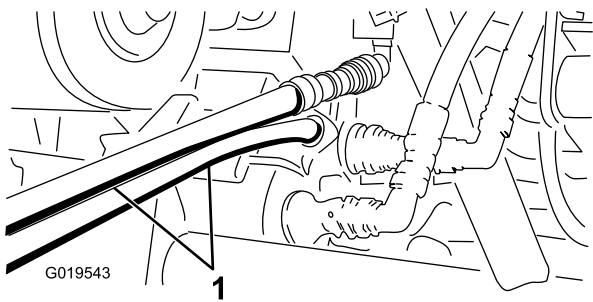

Bild 77
4. Schließen Sie am anderen Fahrzeug die beiden Schläuche an der Kupplung an, die sich noch in der Kupplungshalterung befindet (Schließen Sie den oberen Schlauch an die untere Kupplung an (Bild 77). Verschließen Sie nicht verwendete Anschlüsse.